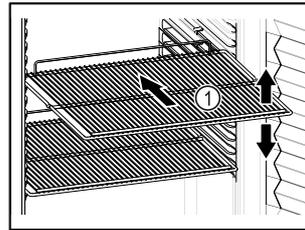

Fig. 64 Immagine a titolo di esempio
- ❑ Se è possibile spostare i ripiani Fig. 64 (1), regolarli in altezza.